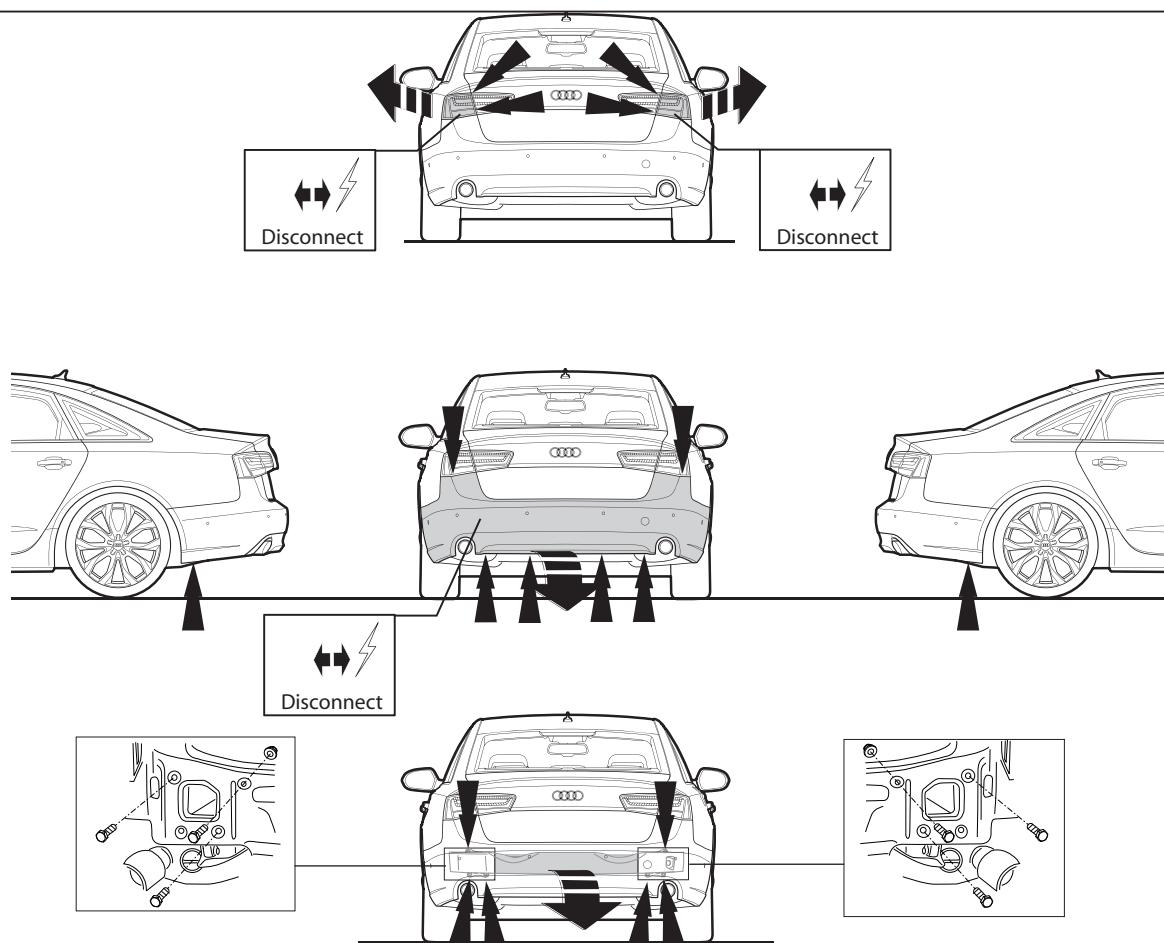

Fig. 1
1. Remove the rear-lights units. Remove the bumper and the steel buffer beam from the vehicle. The buffer beam will no longer be needed. Repalce the bolts. See figure 1/ 1a.
1. Die Rücklichter abmontieren. Die Stoßstange einschließlich des stählernen Stoßbalkens vom Fahrzeug abmontieren. Der Stoßbalken wird nicht mehr benötigt. Schrauben wieder anbringen Siehe Abbildung 1/ 1a.